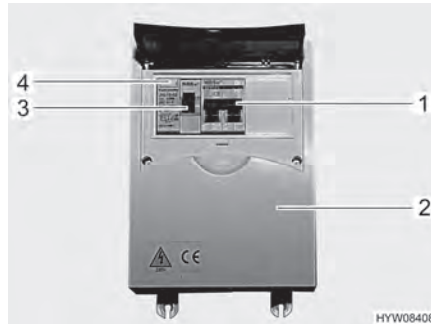

Bild 101 230-V-Sicherungskasten mit Leitungsschutzschalter und FI-Schalter
- Leitungsschutzschalter (Bild 101,1) im Sicherungskasten (Bild 101,2) ausschalten.
- Wenn das Fahrzeug an die 230-V-Versorgung angeschlossen ist, die Prüftaste (Bild 101,4) des Fehlerstrom-Schutzschalters (FI-Schalter) (Bild 101,3) im Sicherungskasten (Bild 101,2) drücken. Der Fehlerstrom-Schutzschalter muss auslösen.
- Den Fehlerstrom-Schutzschalter (Bild 101,3) wieder einschalten.
- Den Leitungsschutzschalter (Bild 101,1) im Sicherungskasten (Bild 101,2) ausschalten.